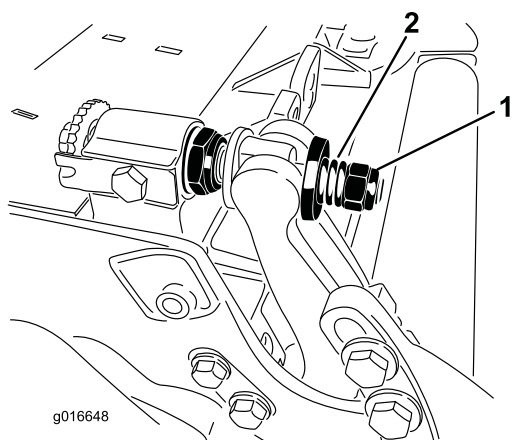

Рисунок 32
- Затяните гайку натяжения пружины до полного сжатия пружины, после чего ослабьте на 1/2 оборота (Рисунок 32).
11. Затяните гайку на каждом узле регулировки планки неподвижного ножа до полного сжатия пружины, а затем отпустите гайку на 1/2 оборота (Рисунок 32).